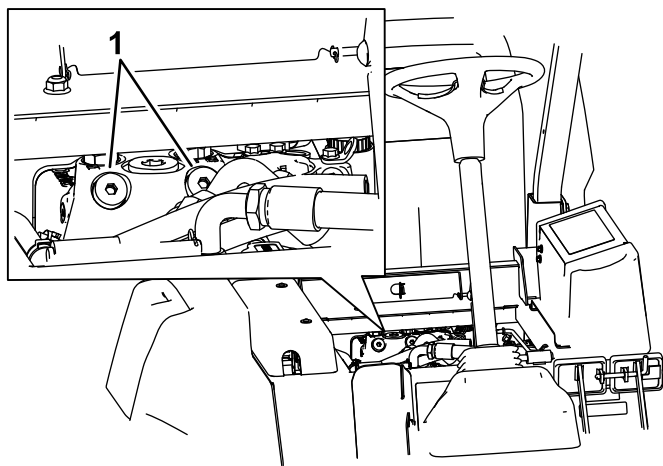

Figura 70
1. Levante el asiento y localice las válvulas de desvío, que están situadas debajo de la parte delantera del depósito de combustible (Figura 70).